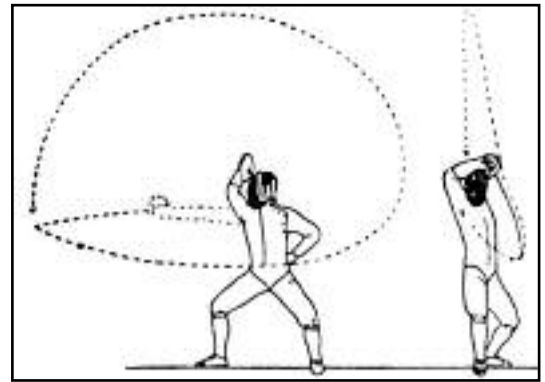

Рис. 76. Круг по голове справа вниз
2) Круг по голове справа из второго положения производится по команде «с кругом справа голову руби». По первому счету: кисть вооруженной руки сгибается в локте, и рука проносится над головой в положение замаха по голове справа; острое, опускаясь вниз, проходит с левой стороны тела. По счету два: наносится удар по голове (рис. 76).